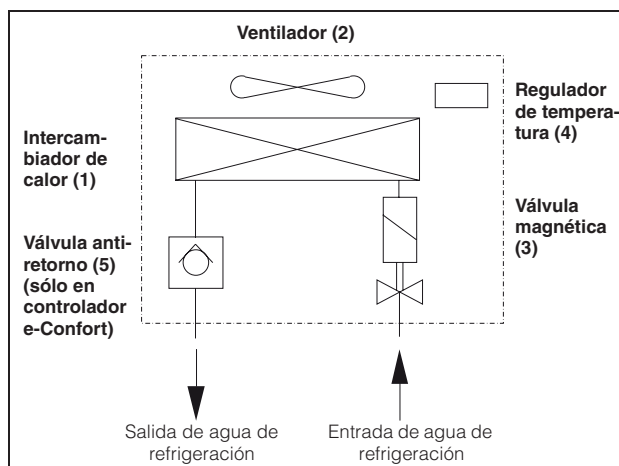

Imagen 2: Intercambiador de calor aire/agua
El intercambiador de calor aire/agua se compone de las siguientes piezas principales (compare imagen 2): Cartucho del intercambiador (1), ventilador (2), válvula magnética (3), regulador de temperatura (4), así como válvula antiretorno (5).